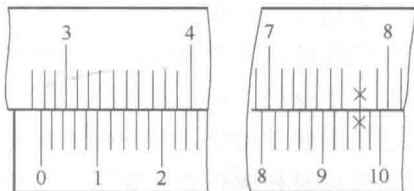

图 0-10 0.02mm 游标卡尺的读数
① 分度值为 0.02mm 的游标卡尺，其主标尺的标尺间隔为 1mm。两测量爪合并时，游标尺上 50 个标尺分度的长度刚好等于主标尺上的 49mm。主标尺与游标尺的每个标尺分度的长度之差为： $1\text{mm} - 49\text{mm}/50 = 0.02\text{mm}$ 。
② 分度值为 0.05mm 的游标卡尺，其主标尺的标尺间隔为 1mm。两测量爪合并时，游标上 20 个标尺分度的长度刚好等于主标尺上的 19mm，主标尺与游标尺的每个标尺分度的长度之差为： $1\text{mm} - 19\text{mm}/20 = 0.05\text{mm}$ 。
3) 游标卡尺的读数。以分度值为 0.02mm 的游标卡尺为例，如图 0-10 所示，其读取数据的过程一般分为 3 步：先读主标尺，根据游标尺零线以左最近的标尺标记读出整数为 27mm；再读游标尺，找到游标尺与主标尺的标尺标记的对齐处，读出 0.96mm；最后将所读的两个数加起来，即为总尺寸 $27\text{mm} + 0.96\text{mm} = 27.96\text{mm}$ 。